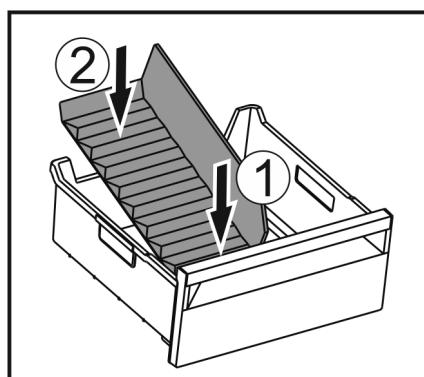

Fig. 115
- ▶ Поставете предната част на разделителя на отделението за лед. Fig. 115 (1)
- ▶ Спуснете задната част на разделителя на отделението за лед до дъното на чекмеджето. Fig. 115 (2)